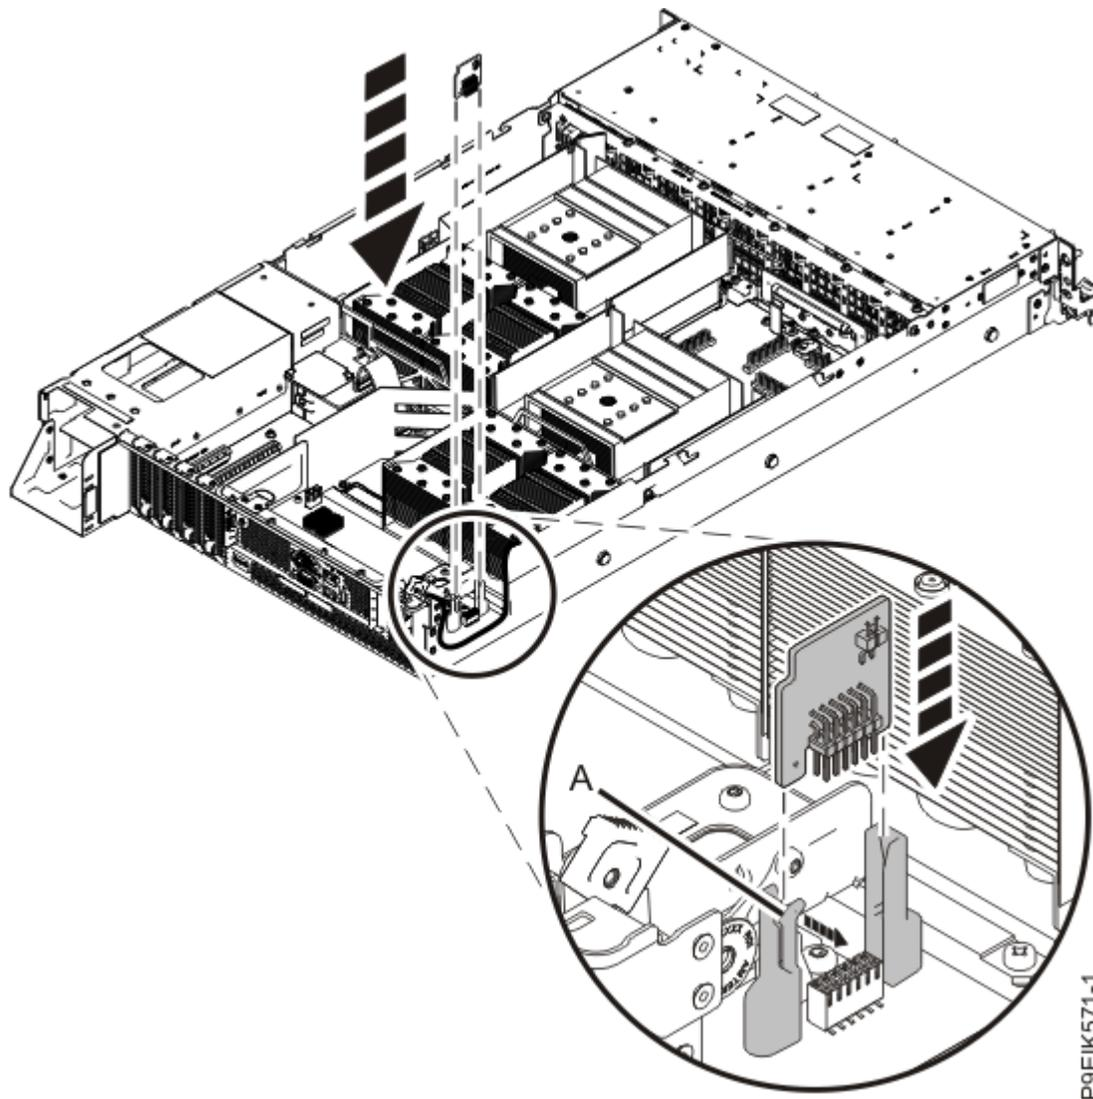

Figure 98. Remplacement du module de plateforme sécurisée
2. Alignez le module de plateforme sécurisée avec les guides en plastique, comme illustré dans la Figure 98, à la page 122, et insérez le module tout droit dans le fond de panier système jusqu'à ce qu'il soit bien en place et que le levier **(A)** s'enclenche.